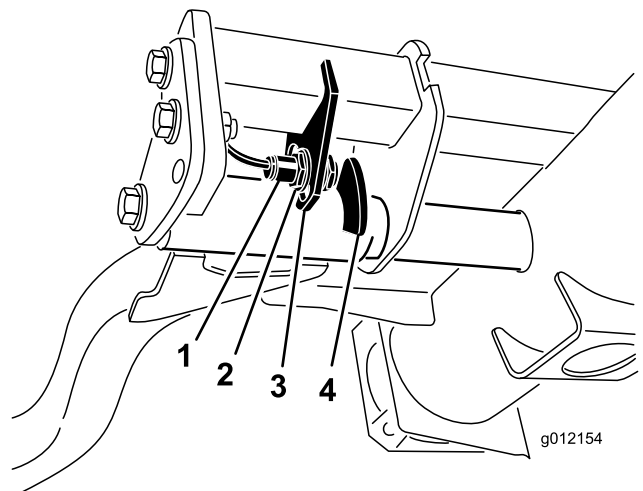

Figure 54
2. Le contacteur des bras de levage se trouve sous le réservoir hydraulique, derrière le bras de levage avant droit (Figure 54).
3. Desserrez les vis de fixation du contacteur (Figure 54) et abaissez le contacteur pour augmenter la hauteur du changement de direction des bras de levage ou élevez-le pour réduire la hauteur du changement de direction. Serrez les vis de fixation.